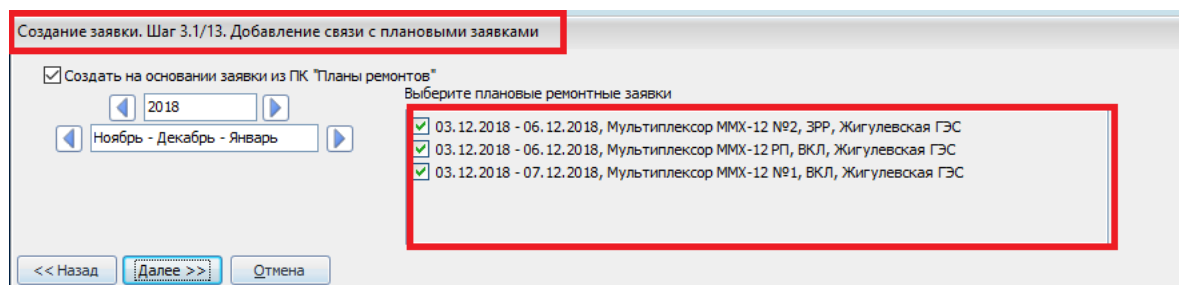

Рисунок 10.12 – Добавление связи с плановыми заявками
- **«Шаг 3.1/12. Добавление связи с плановыми заявками».** Шаг отображается, если на шаге 3/12 выбрана категория заявки «Плановая». На данном шаге необходимо выбрать плановые ремонтные заявки, которые будут сопоставлены с создаваемой диспетчерской (при установленном флаге «Создать заявку на основании заявки из ПК «Планы ремонтов», по умолчанию флаг установлен) (Рисунок 10.12). При включенной функции ScheduleAgreeComparison=1 в файле zvk.ini (см. руководство системного администратора раздел «Описание параметров файла zvk.ini») данный шаг будет доступен для заявок, созданных за чужое предприятие с целью согласования. При включенной функции ScheduleAgreeComparison=1 в файле zvk.ini (см. руководство системного администратора раздел «Описание параметров файла zvk.ini») поиск подходящих плановых заявок на шаге 3.1/12 выполняется не только по ГР с целью «утверждение», «согласование», но и по ГР с целью «предварительное согласование» (алгоритм поиска ПРЗ для сопоставления не меняется). Данные ПРЗ имеют в информации текст «(предварительное